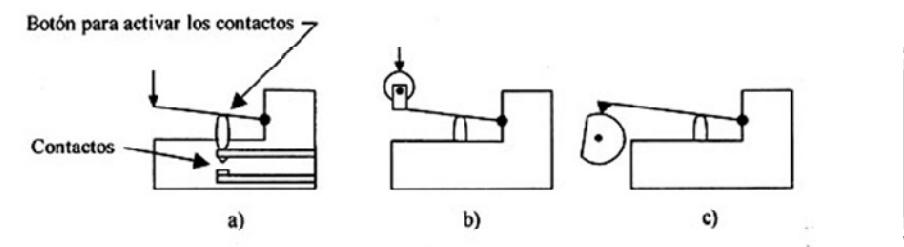

Figura 2.4. Interruptores de Proximidad de activación mecánica
**Interruptores de proximidad.** En la industria es común encontrar la aplicación de este tipo de dispositivos que utiliza un *microinterruptor* que es un pequeño interruptor eléctrico que requiere de una activación mecánica para cerrar o abrir sus contactos, figura 2.4. Estos dispositivos se activan por la presencia de un objeto y sirven como sensores de proximidad. Los estados en los que se encuentran disponibles son normalmente abiertos NO y normalmente cerrados NC. La forma como se pueden activar estos interruptores es por medio de palanca como en la figura 2.4a), por medio de rodillo como en la figura 2.4b) y por medio de una leva como en la figura 2.4c).